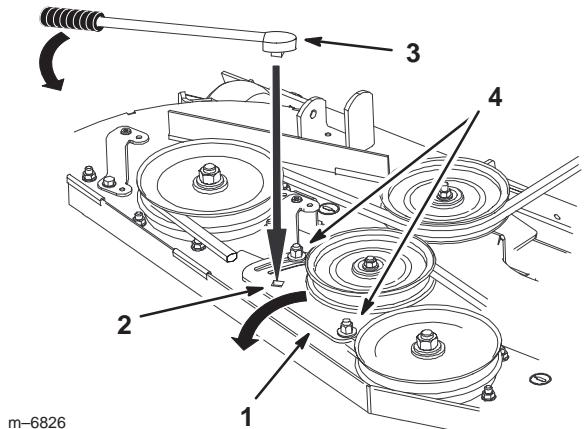

Figure 72
- Desserrez l'écrou de fixation de la plaque du bras de tension et déplacez la plaque pour détendre la courroie sur la poulie de tension (Fig. 72).
5. Si un réglage est nécessaire, desserrez la plaque du bras de tension et effectuez le réglage (Fig. 72).
6. Insérez un manche à rochet ou une barre de levier dans le trou carré de la plaque pour régler la tension (Fig. 72).
7. Pour augmenter la tension de la courroie, tournez la plaque de la poulie de tension jusqu'à ce qu'une résistance soit sentie et que la rotation s'arrête. Ne continuez pas quand elle s'arrête (Fig. 72).
8. Serrez les boulons de fixation de la plaque (Fig. 72).
10. Réglez la tension de la courroie et la plaque de la poulie de tension au besoin et serrez fermement toutes les fixations (Fig. 72).